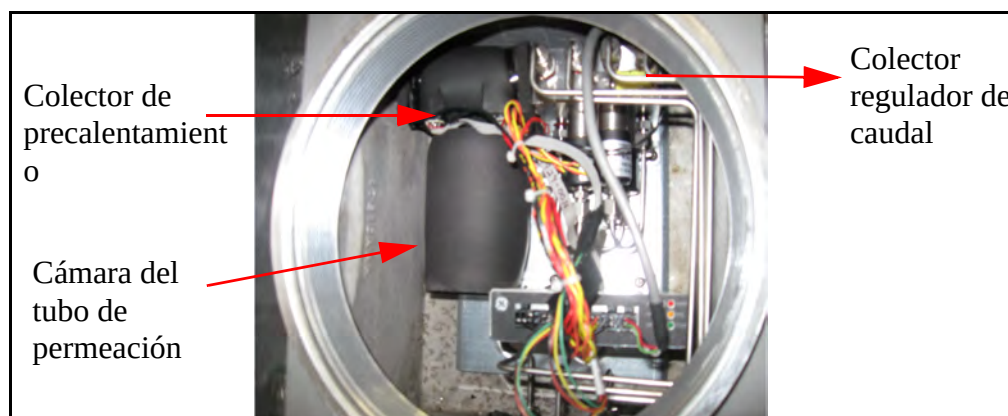

Figura 80: Interior del verificador
4. Abra la tapa delantera de la caja del verificador y espere 20 minutos hasta que el verificador se enfríe (Figura 80).